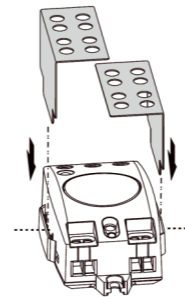

Bild 3
4.2.1 Befestigung der Abschirmung: Stecken Sie die Metallabschirmung in den Schlitz des Gehäuses (Siehe Bild 3)